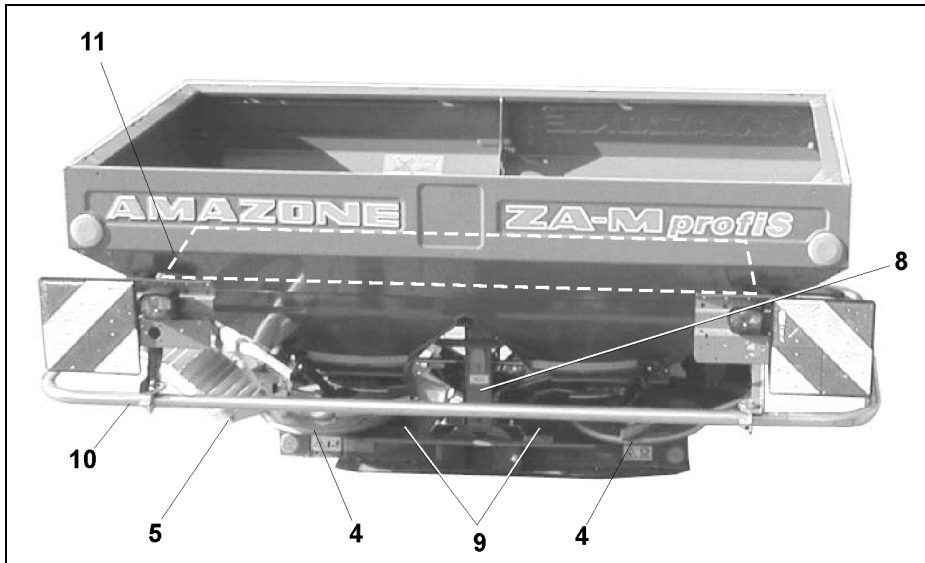

Fig. 2
- Omnia-Set Streuscheiben (Fig. 2/4)
- Grenzstreugerät Limiter (Fig. 2/5)
- Kettenschutz des Rührwellenantriebes (Fig. 2/8)
- Wellenschutz zwischen Mittel- und Winkelgetriebe (Fig. 2/9)
- Rohrschutzbügel bei Verwendung der Streuscheiben OM 24-36 (Fig. 2/10)
- Schutzgitter im Behälter (Fig. 2/11)